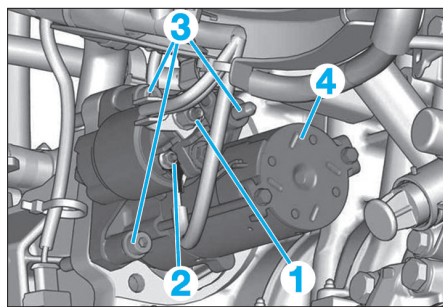

Fig. 10
- l'écrou (1) (Fig.10),
- l'écrou (2).
- les vis (3),
- le démarreur (4).